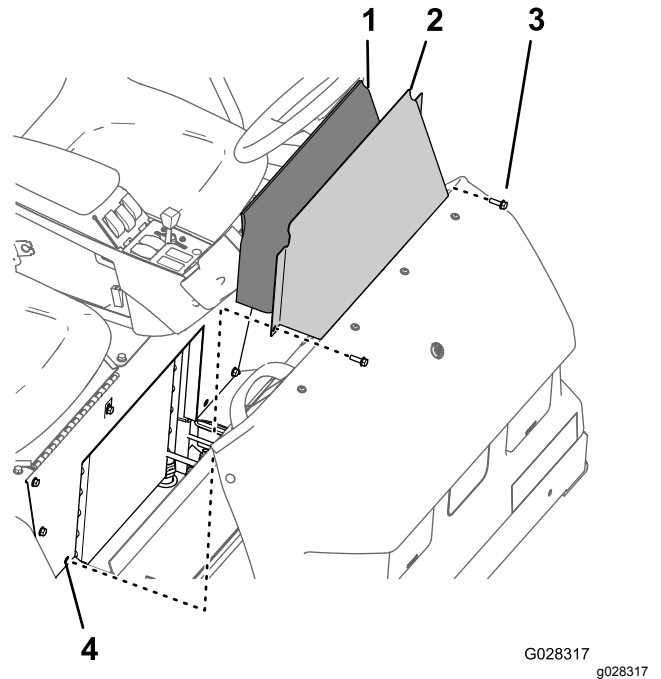

Figura 43
1. Rimuovete i 2 bulloni a testa flangiata che fissano la copertura di accesso della base del sedile alla base del sedile (Figura 43).
2. Rimuovete la copertura della base del sedile e il pannello acustico dalla macchina (Figura 43).
1. Allineate il pannello acustico all'apertura nella base del sedile per la copertura di accesso della base del sedile (Figura 43).
2. Allineate i fori nella copertura di accesso della base del sedile con i fori nella base del sedile (Figura 43).
3. Montate la copertura di accesso della base del sedile con i 2 bulloni a testa esagonale (Figura 43) rimossi al passaggio Rimozione del pannello di accesso della base del sedile (pagina 43) nella sezione 1.